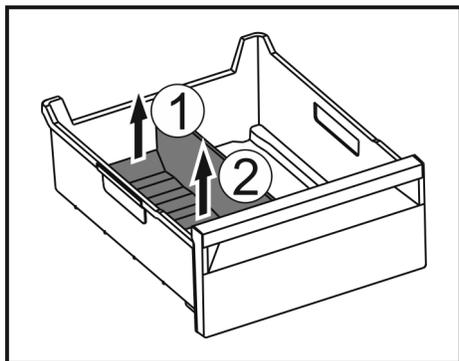

Fig. 96
- Soulever la partie arrière du séparateur de congélateur. Fig. 96 (1)
- Retirer le séparateur de congélateur par le haut. Fig. 96 (2)